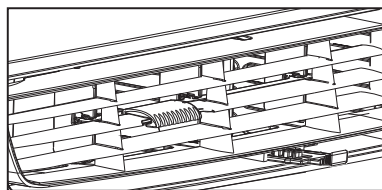

Figure 3 (ÉVENT OUVERT)
3. Échanger l'air de la pièce - évent ouvert (voir Fig. 3)